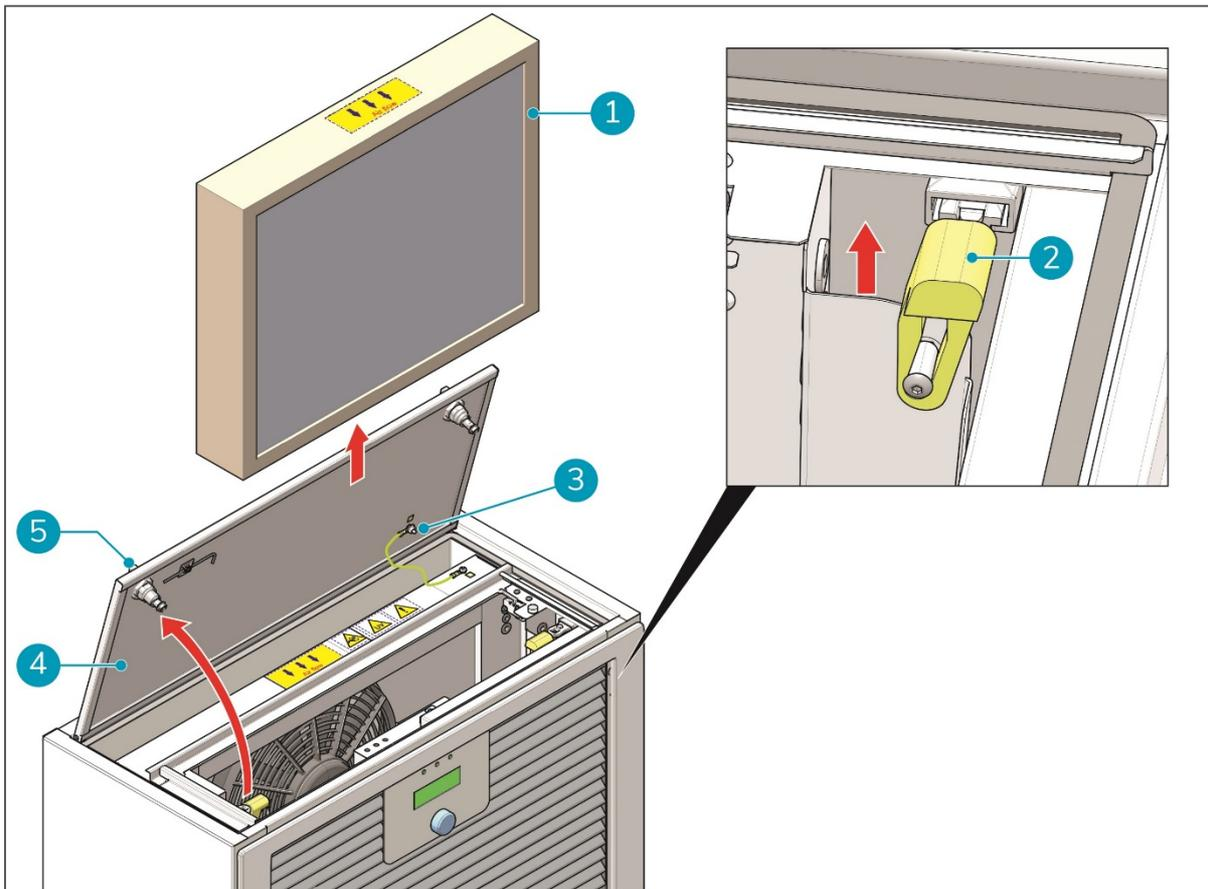

Abbildung 20
1. Drehen Sie die beiden Verriegelungen (Abbildung 20, Pos. 5) der Abdeckung des HEPA-Hauptfilterfachs (Abbildung 20, Pos. 4) entgegen dem Uhrzeigersinn, um die Abdeckung zu lösen.
HINWEIS: Ein Erdungskabel (Abbildung 20, Pos. 3) verbindet die Abdeckung mit dem i-air Pro. Lösen Sie dieses Kabel **NICHT**.
3. Ziehen Sie die beiden gelben Verriegelungen (Abbildung 20, Pos. 2) nach oben, um den Filter zu lösen.
4. Ziehen Sie den Filter (Abbildung 20, Pos. 1) vorsichtig aus dem Fach.